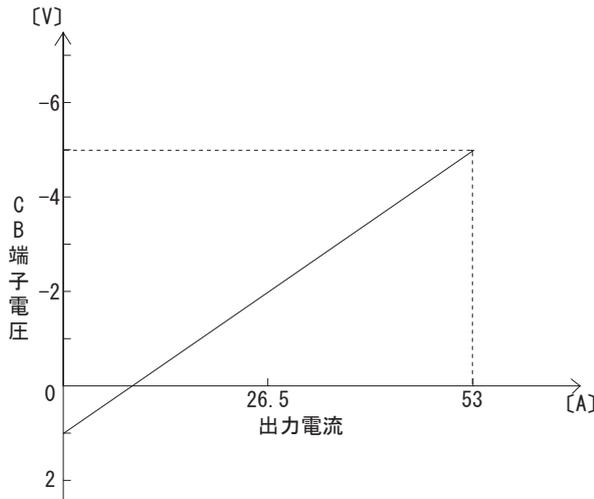

図 7.1 出力電流 -CB 端子電圧 (例: PDA600F-12)
■CB端子電圧と出力電流の関係は、図7.1のようになります。図7.1は、PDA600F-12での代表特性を示しています。他製品の特性につきましては、お問い合わせください。
なお、図7.1から得られる出力電流値はあくまで目安です。